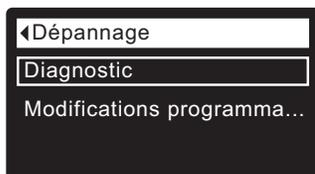

FIG. 87
2. Pour ouvrir l'écran de diagnostic à partir d'un écran d'état dynamique (lorsqu'un code d'erreur n'est pas affiché), appuyez sur le sélecteur (O) pour afficher le **Menu principal**.
4. Appuyez sur le sélecteur (O) pour afficher le menu des fonctions avancées.
6. Appuyez sur le sélecteur (O) pour afficher le menu Dépannage (cf. Figure 87).
1. À partir d'un écran d'état dynamique, appuyez sur le sélecteur (O) pour afficher le **Menu principal**.
3. Appuyez sur le sélecteur (O) pour afficher le menu des fonctions avancées.
5. Appuyez sur le sélecteur (O) pour afficher le menu Dépannage (cf. Figure 87).
- **Annuler** vous fait revenir au menu de dépannage (Figure 87).
9. Appuyez sur le sélecteur (O).